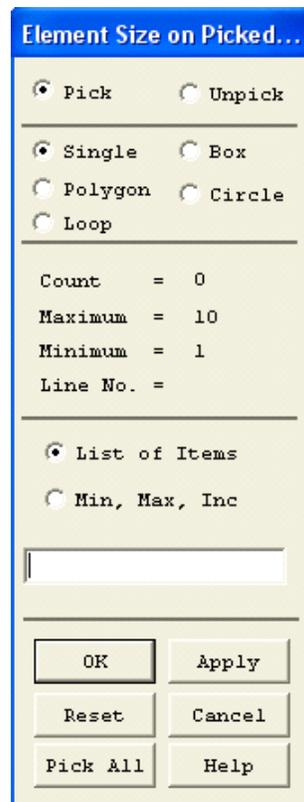

Рисунок 104. Окно выбора *Element Size on Picked Lines*
- С помощью окна выбора *Element Size on Picked...* (Рисунок 104) выбираем линии *L3, L4*.
- С помощью окна выбора *Element Size on Picked...* (Рисунок 104) выбираем линию *L10*.